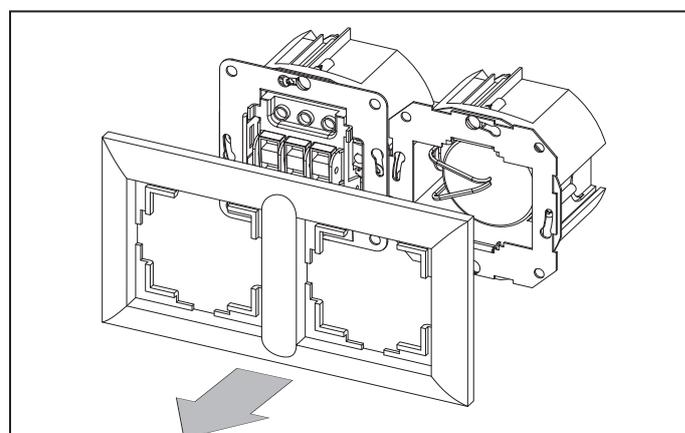

Рис. 19.
16. Извлеките рамку блока управления и питания, отстегнув ее от защелок (рис. 19).